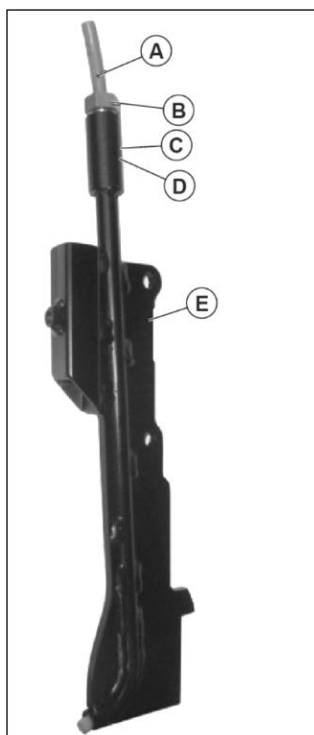

Fig. 4
Montera på följande delar på kabelrörets stomme (E) (i tur och ordning: packningen (D) , distanshållaren (C) och den gängade bussningen (B). Lossa bussningen något och för in slangen (A) så att den sticker ut cirka 5 mm nedtill. Dra sedan åt bussningen med hjälp av nyckel nr 17 så att slangen låses fast. Fig. 4 visar ett korrekt monterat kabelrör. Fäst sedan röret på maskinen.